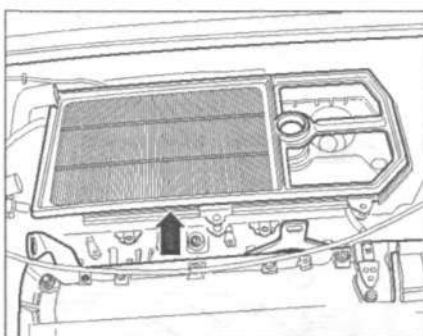

Рис. 2.11. Извлеките фильтрующий элемент.
28. Извлеките фильтрующий элемент (рис. 2.11).